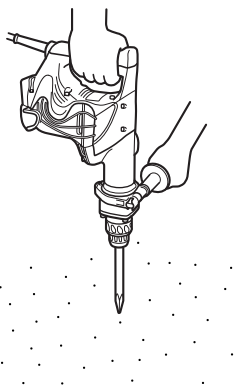

Fig. 5
2. Forma de picar o romper (Fig. 5)